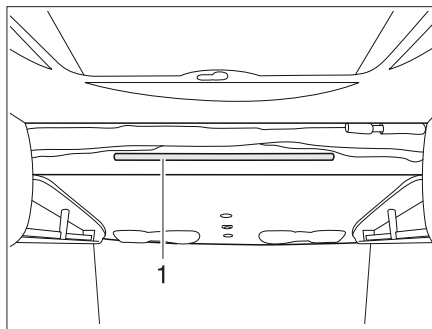

Fig. 134 Lit escamotable électrique
- L'échelle de montée doit être accrochée par les deux étriers à la tige de retenue (Fig. 134,1) se trouvant sur le lit escamotable.